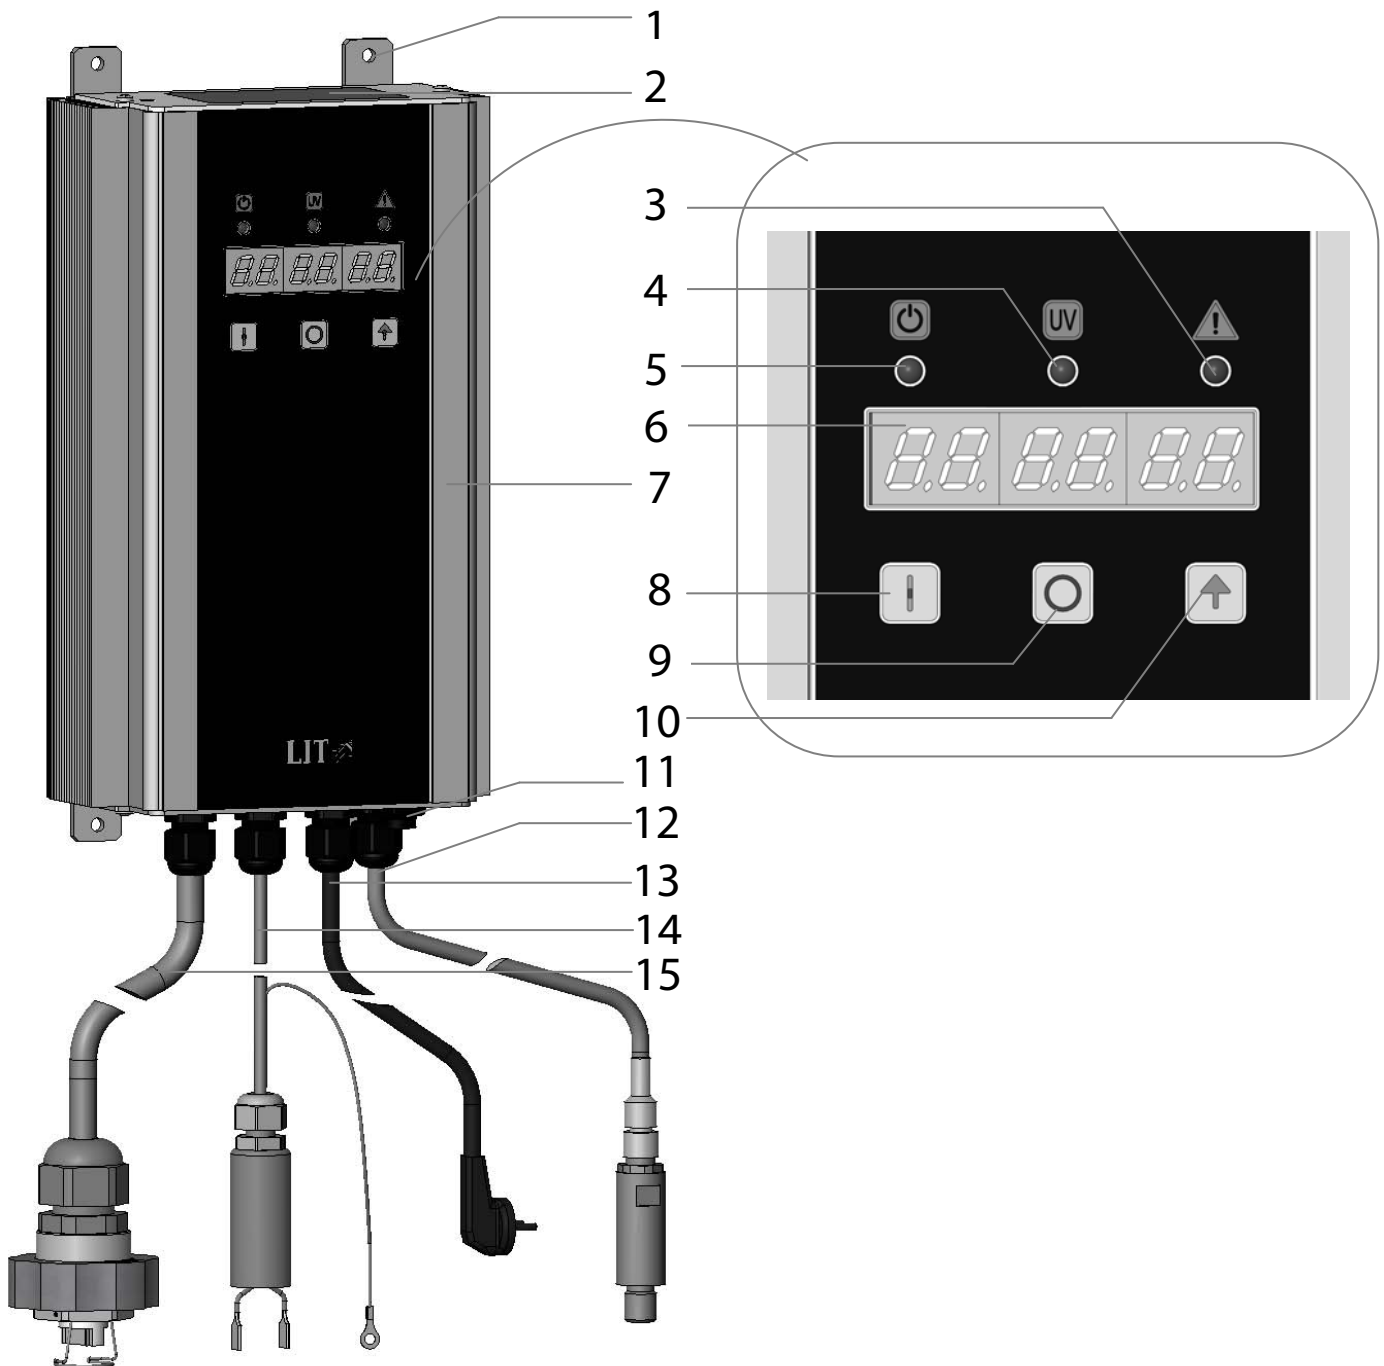

Рисунок 3. Пульт управления
- ПУЛЬТ УПРАВЛЕНИЯ (см. Рисунок 3) предназначен для управления установкой и контроля за её работой, а также для размещения электронного пускорегулирующего аппарата (ЭПРА).
Пульт управления обеспечивает выключение УФ лампы при обнаружении аварийных состояний с отображением на дисплее 6 (см.Рисунок 3) кода ошибки, при этом светится или мигает индикатор . В таблице 3 представлены сообщения об ошибках, вероятные причины и методы их устранения. Ошибки с кодами «Е» и «F» сбрасываются только отключением питания пульта управления. При других ошибках пульт управления можно выключить нажатием кнопки  или повторно перезапустить нажатием кнопки .
Пульт управления имеет возможность дистанционной блокировки работы лампы с отображением на дисплее (поз. 6 см. Рисунок 3) сообщения «  ». Допускается использование контакта реле или электронного ключа с падением напряжения не более 2В при токе 5мА. Если во время работы произойдет размыкание цепи дистанционного выключения, лампа выключится, световой индикатор  (см. Рисунок 3) погаснет, а на дисплее отобразится надпись «  ». При замыкании цепи пульт управления, если до этого он был включен вручную, автоматически перейдет в режим предварительного прогрева и далее работы лампы.
Пульт управления имеет встроенный счетчик времени наработки лампы в часах. При наработке более 12000 часов дисплей 6 (см. Рисунок 3) мигает, последовательно отображая текущую интенсивность **U XX.X**, время наработки **H 12345**. Точность подсчета времени $\pm 3\%$. После замены УФ лампы на новую счетчик наработки нужно обнулить (во время работы УФ лампы).